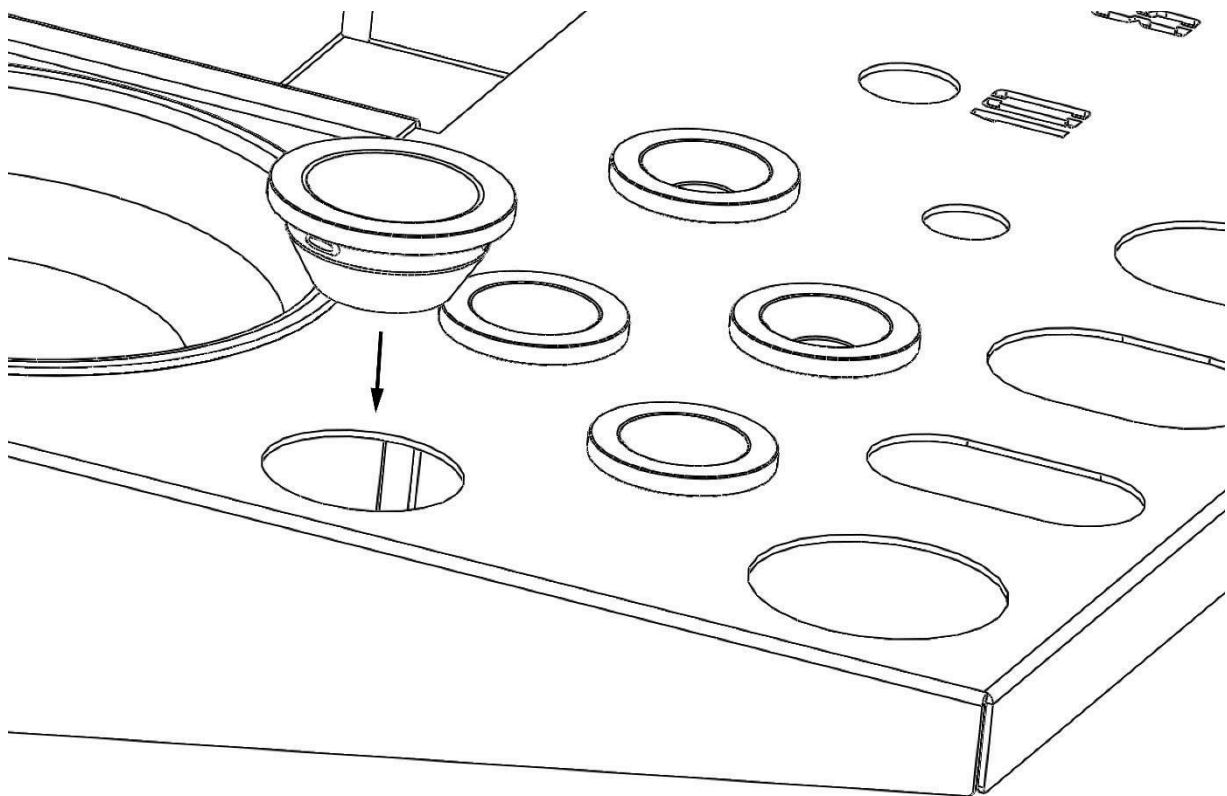

Figure 11 : supports en plastique en option pour tournevis
- ◆ Les supports en plastique inclus peuvent être utilisés pour empêcher les tournevis de s'incliner dans le plateau à outils. Ils sont installés en les insérant dans les découpes par le haut et en les enfonçant (Figure 11)